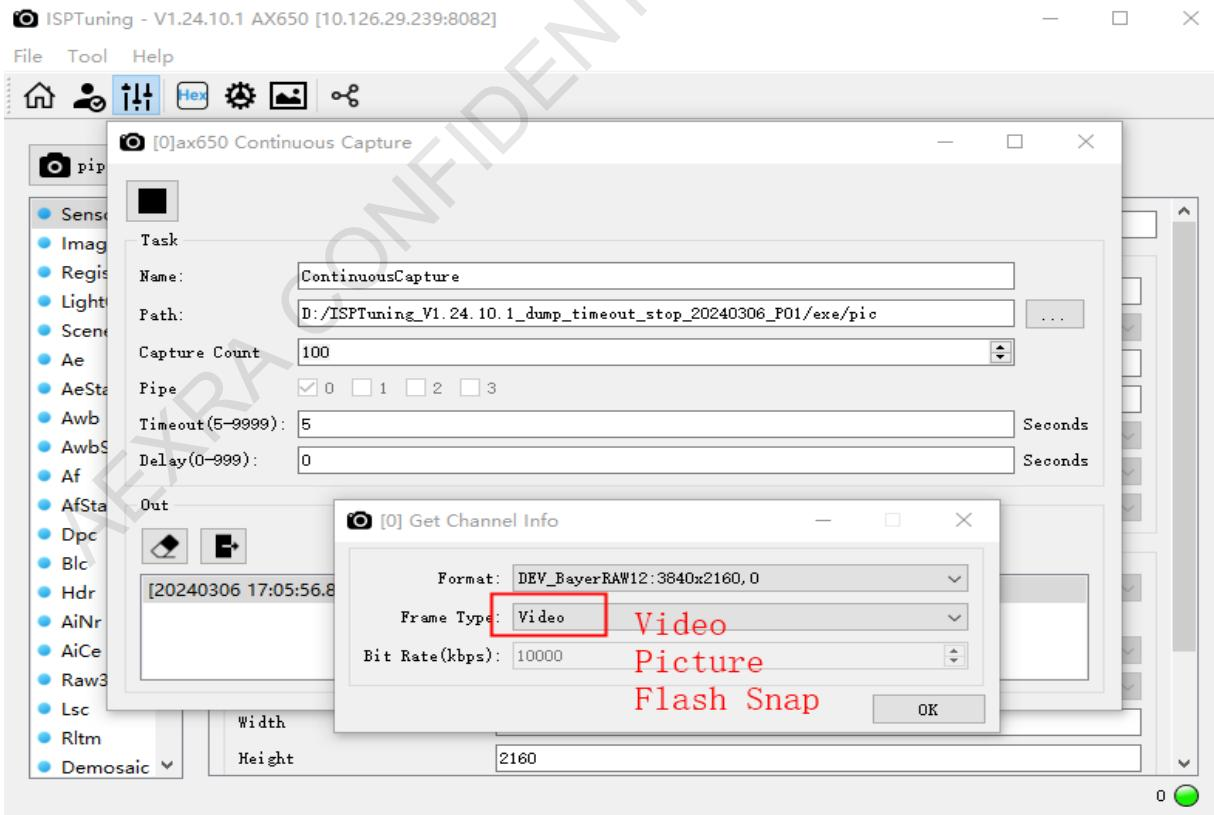

图2-5 不同帧类型抓取
- AX650A/N 平台，支持抓取不同帧类型的功能(视频帧 Video, 抓拍帧 Picture, 曝光帧 Flash Snap)，如上图 2-5 所示